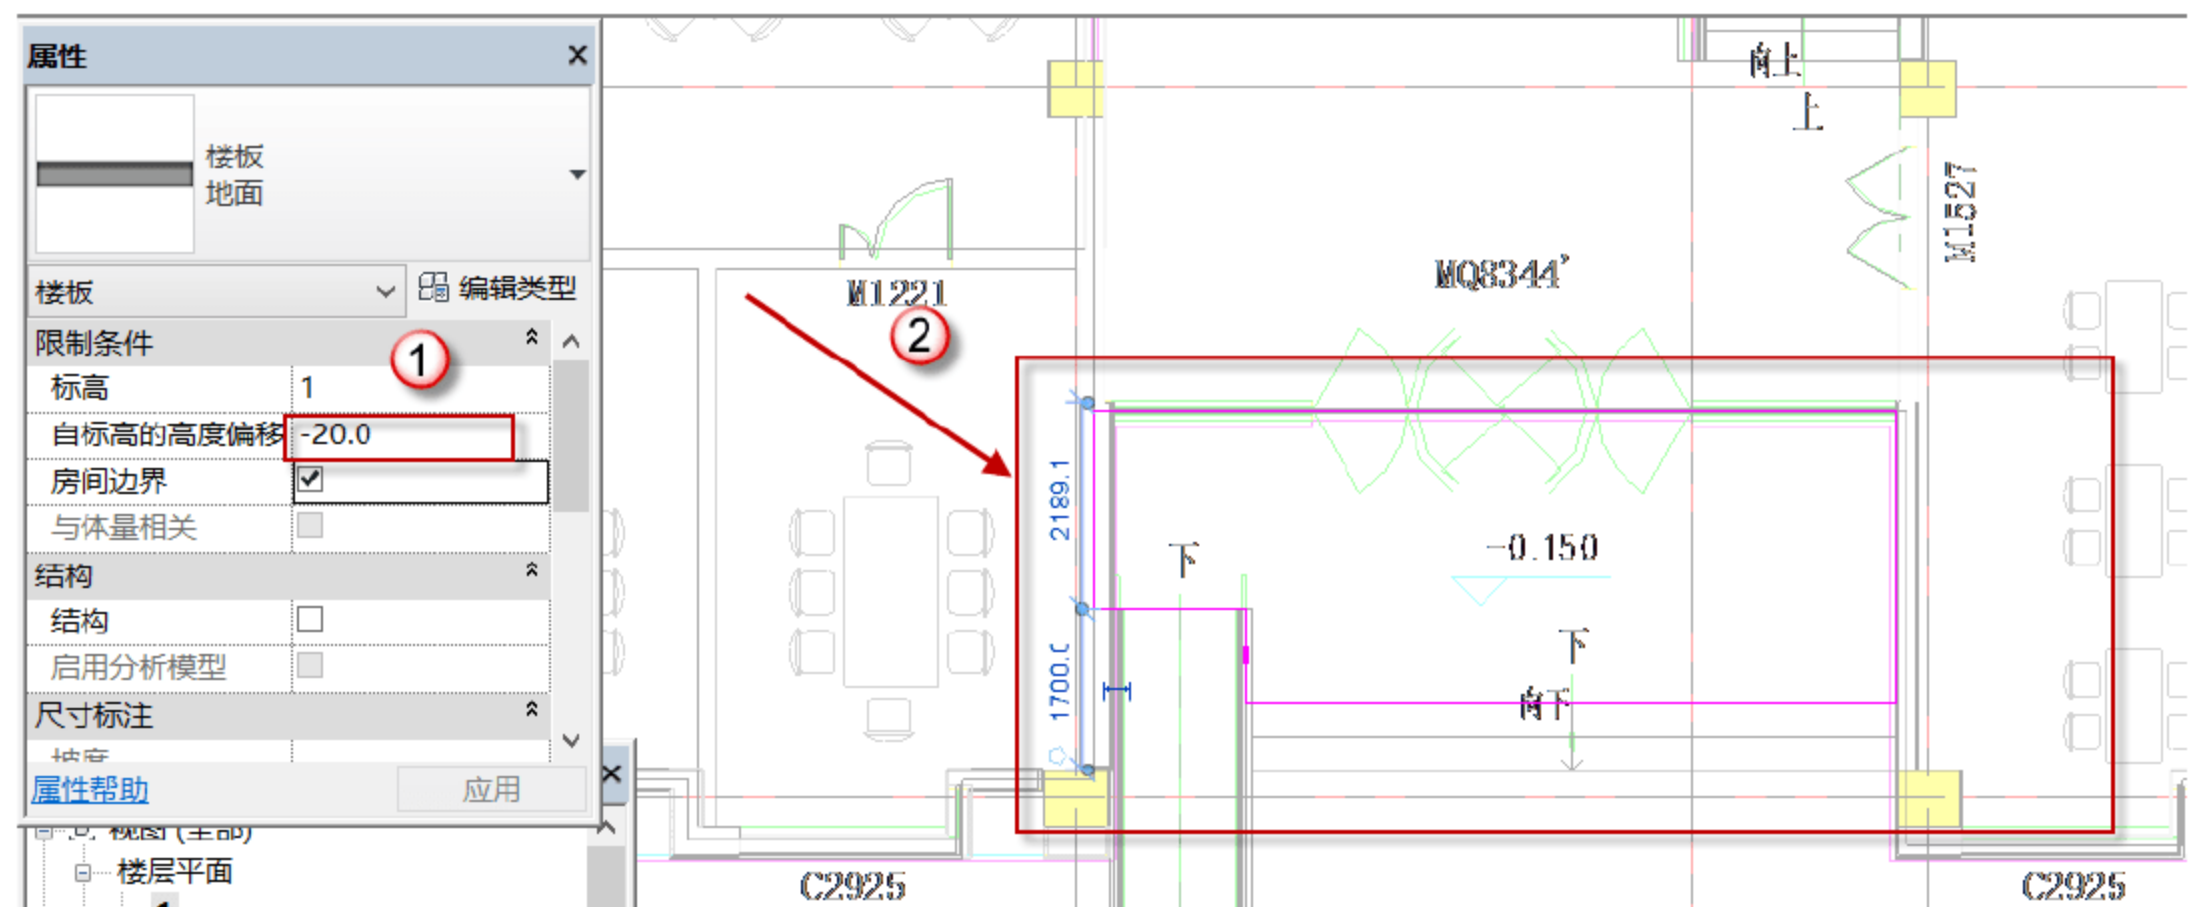

图 10.2.100 标高偏移为 “-20” 的 “地面” 部分绘制
(12) 4 轴到 5 轴之间标高偏移为 “-20” 的 “地面” 部分绘制。选择 “建筑” → “楼板” → “建筑楼板” → “楼面板 1” 命令，标高为 “1” 层，将标高改为 “-20”，选用 “直线” 工具绘制，绘制路径如图 10.2.100 所示，绘制完成后，单击模式选项面板下的 √ 按钮。剩下的楼板绘制方法同上，这里不再重复。